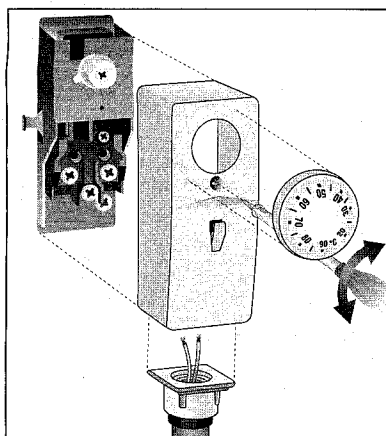

fig.3 - εικ.3
A) Bevestig het product op de buis m.b.v. het speciale bijgeleverde accessoire. (fig.3)